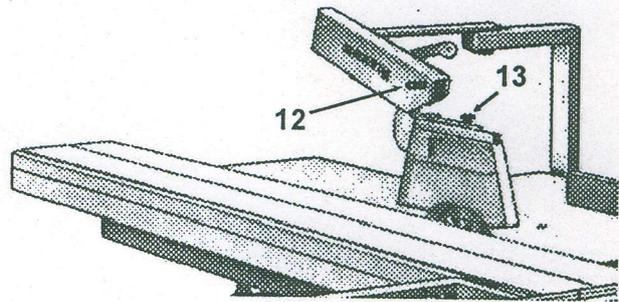

Bild 4.7
- Die Höhenverstellung erfolgt mit dem Handgriff 12 (Bild 4.7), nach Lösen der Sternschraube 13 (Bild 4.7) kann die Schutzhaube vor und zurück geschoben und gewechselt werden. Nach dem Verstellen die Sternschraube wieder anziehen.